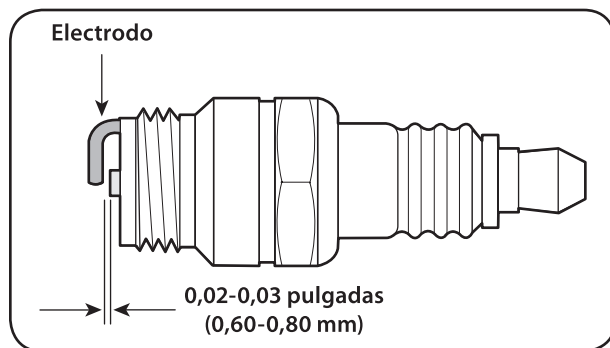

Figura 7-3
3. Mida la separación de bujía con un calibrador. Corrija de ser necesario torciendo el electrodo lateral, Figura 7-3. La separación debe establecerse entre 0,02 y 0,03 pulgadas (0,60-0,80 mm).